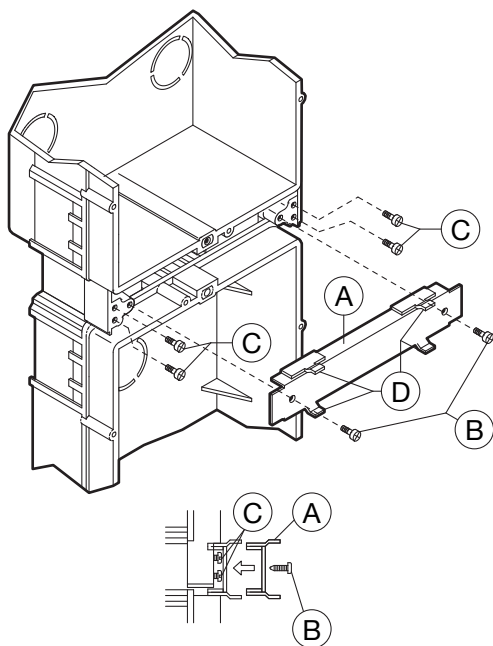

Fig. 3
4. Una volta murate le scatole incasso, montare la staffa di unione "**A**" per mezzo delle viti a corredo "**B**". Vedere il disegno di montaggio complessivo (fig. 3), dove viene indicato il particolare del montaggio. Qualora le scatole vengano montate su muri irregolari o su pannelli, per assicurare il perfetto piano di appoggio, avvitare le 4 viti "**C**" per ottenere la staffa di unione "**A**", perfettamente allineata a filo muro.
5. Montare il telaio portatasti della pulsantiera sulla scatola incasso, curando il centraggio con le alette "**D**" (fig. 3).